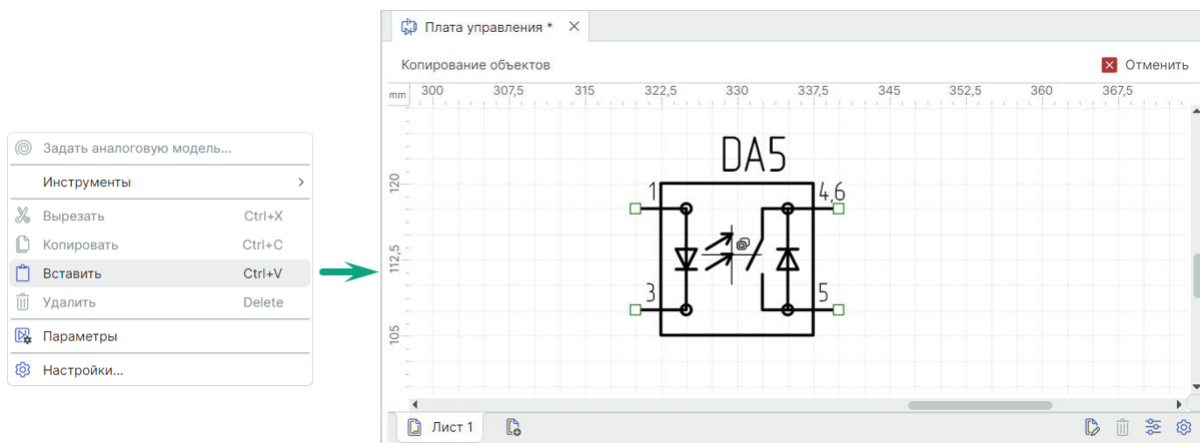

Рис. 205 Инструменты «Вставить» для объектов
3. Вставьте объекты с помощью пункта «Вставить» контекстного меню или воспользуйтесь сочетанием клавиш «Ctrl+V». Объекты будут вставлены, см. Рис. 205.